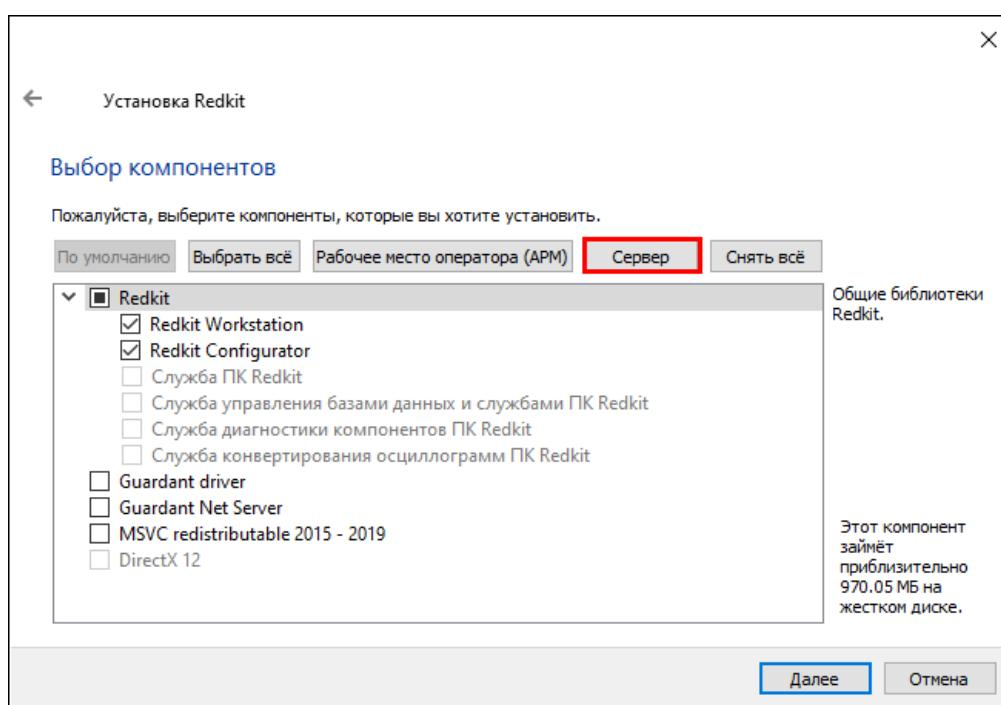

Рисунок 19 - Компоненты для Сервера
4. Нажмите **Сервер**, если установка Redkit выполняется на сервере, и нажмите **Далее** (Рисунок 19).